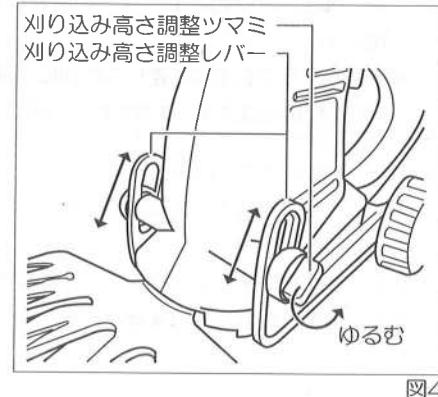

図4
(図4参照)
③刈り込み高さ調整レバーを上下にスライドさせて、刈り込み高さを調整します。(図4参照)